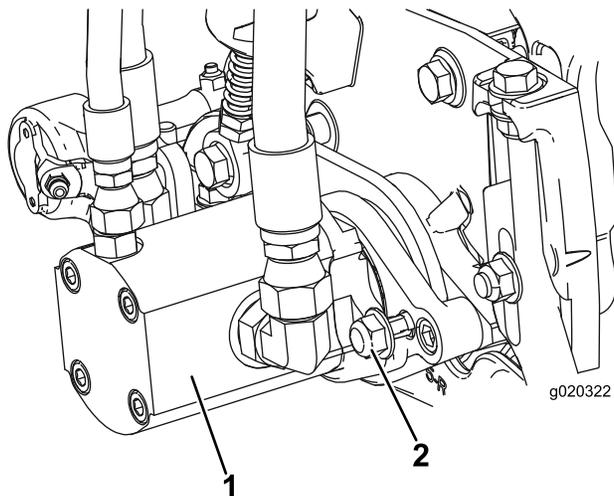

図 11
16. モータを右にひねってモータフランジのロックナットをかわしながらモータを取り付ける(図 11)。モータを左にひねってフランジをナットに噛み込ませてセットし、ナットを締め付けて固定する。